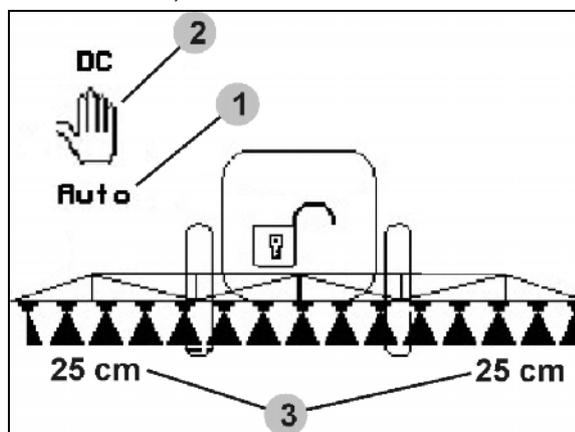

Fig. 92
- Når automatisk drift er innkoblet, vises symbolet "Auto" (Fig. 92/1) på displayet. Maskincomputeren bruker reguleringen av avstanden mellom sprøytedyse og plantedekke.
- I manuell drift vises symbolet (Fig. 92/2). DistanceControl er slått av. Avstanden fra sprøytedyse til plantedekke reguleres manuelt via helnings- og høydejusteringen.
- Aktiver : Avstanden mellom sprøytedyse og plantedekke vises i arbeidsmenyen (Fig. 92/3).